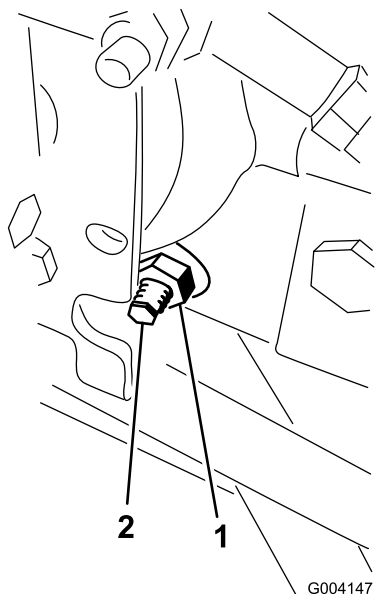

Figura 80
3. En el lado derecho del hidrostato, afloje la contratuerca de la leva de ajuste de tracción (Figura 80).